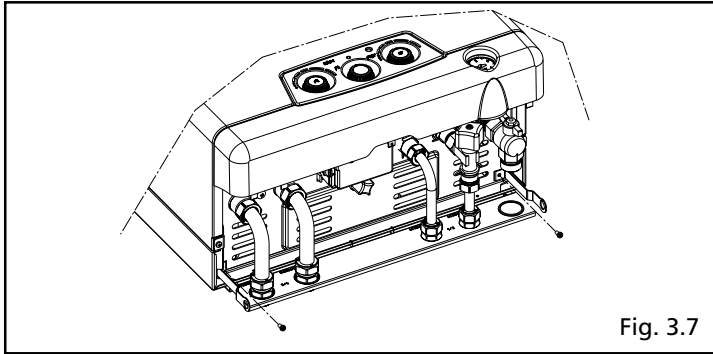

Fig. 3.7
- applicare sulla mensola le squadrette porta copertura fornite in dotazione, fissandole con le apposite viti (fig. 3.7)